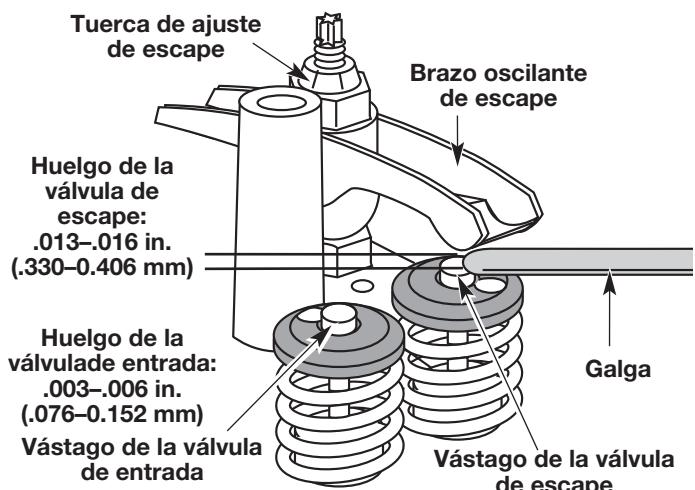

Fig. 55
9. Deslice la galga entre el brazo oscilante y el resorte de retorno de la válvula. Mida el huelgo entre el vástago de la válvula y el brazo oscilante (Fig. 55). Realice esto en las válvulas de entrada y de escape
a. Gire la tuerca de ajuste con una llave de 5/16 pulgadas (8 mm) o una guía de tuercas (Fig. 55).